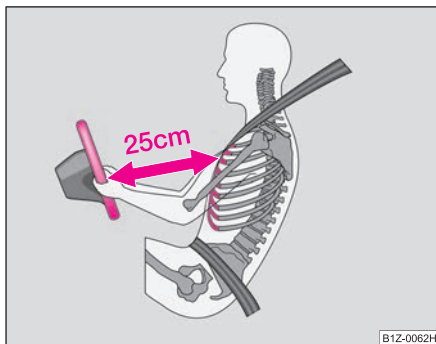

Fig. 114 Distancia de seguridad con respecto al volante
- El conductor se ha de mantener a una distancia mínima de 25 cm del volante ⇒ fig. 114. Si no respeta la distancia mínima, el sistema de airbag no podrá protegerle - ¡Peligro de muerte!